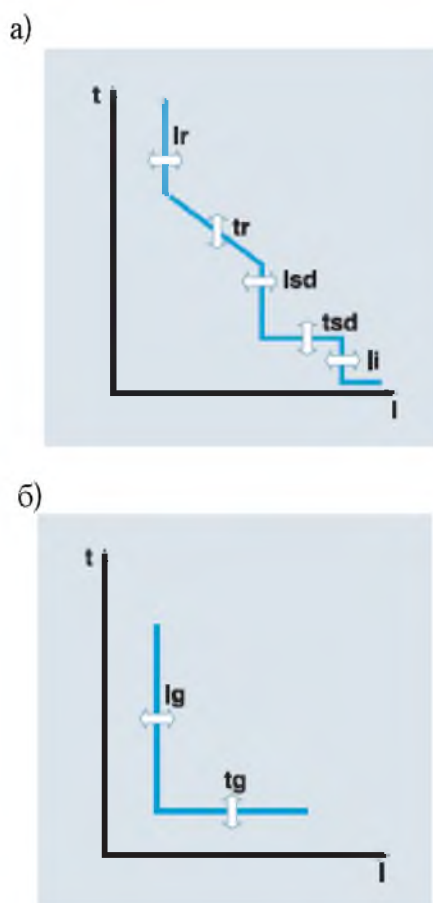

Рисунок 21 - Времятоковые характеристики расцепителя типа А:
2.1.2.1 Защита с длительной задержкой срабатывания (рисунок 21а).
2.1.2.2 Защита с короткой задержкой срабатывания (рисунок 21а).
2.1.2.3 Мгновенная защита (рисунок 21а).
2.1.2.4 Защита от замыкания на землю (рисунок 21б).